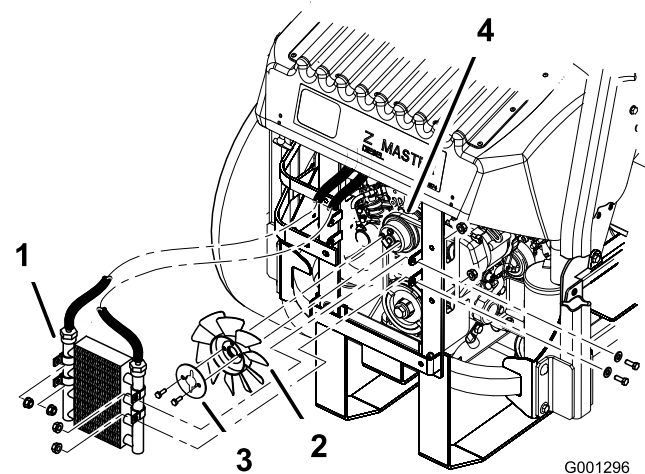

Figure 61
10. Montez le ventilateur et sa plaque sur la machine au moyen des 2 boulons retirés précédemment (Figure 61).
11. Remontez le refroidisseur d'huile au moyen des 4 boulons retirés précédemment (Figure 61).